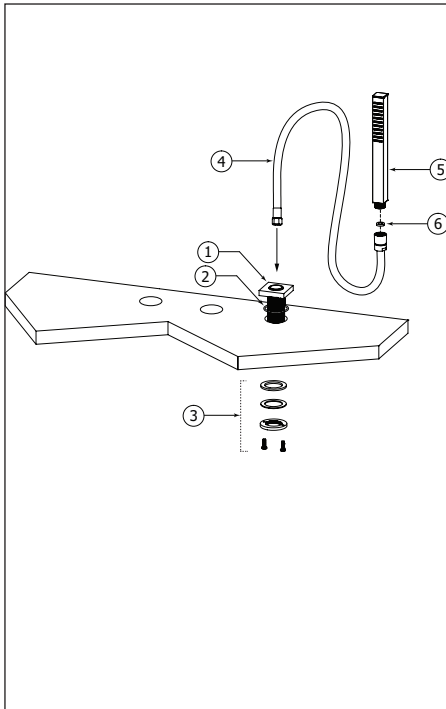

Fig.4
Insert the base of the handshower (1) into the hole with O ring (2). Secure the base using the retaining assembly (3). Place the washer (6) and connect the handshower hose (4) to the handshower (5). Fig. 4.
Insérer la base de la douchette (1) dans le trou avec joint torique (2). Fixer la base avec l'ensemble de retenue (3). Placer la rondelle (6) et connecter le boyau de douchette (4) à la douchette (5). Fig. 4.